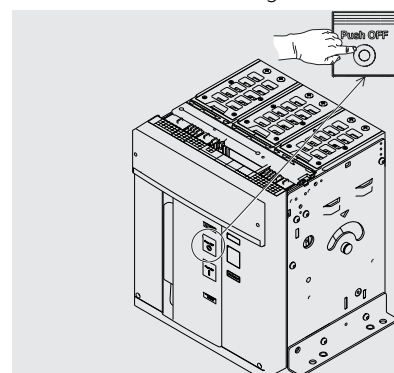

Abbildung 79
6. Ausschalten - Die Ausschalttaste "O - Push OFF" drücken wie in Abbildung 79.